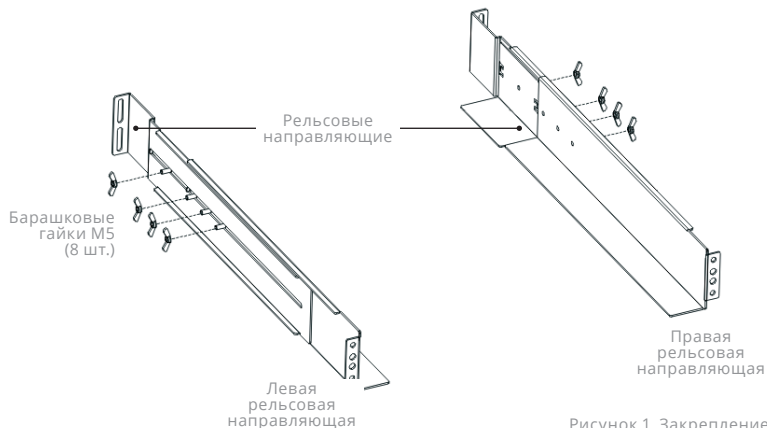

Рисунок 1. Закрепление реек
- c. Затяните четыре гайки М5 зонтичного типа со стороны направляющей в сборе (см. Рис. 1).